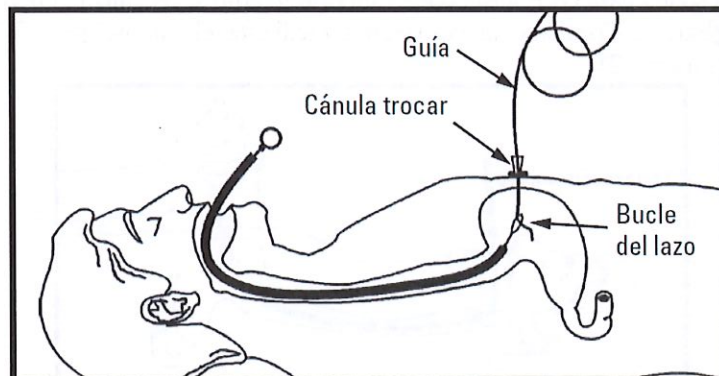

Figura 10
- Pase la punta de la guía por la cánula hasta el interior del estómago (Figura 10).